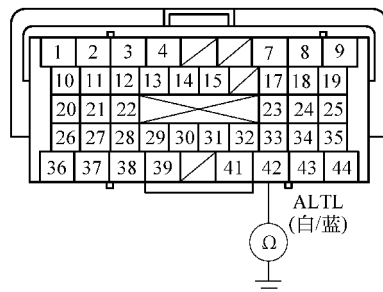

图 3-20 检查 B42 端子与车身搭铁之间的导通性
- 7) 将点火开关旋至锁定 (LOCK) (0) 位置。
- 11) 使用 HDS 短接 SCS 线, 然后将点火开关旋至锁定 (LOCK) (0) 位置。
- 13) 如图 3-20 所示, 检查 ECM/PCM 插头 B42 端子与车身搭铁之间是否导通?